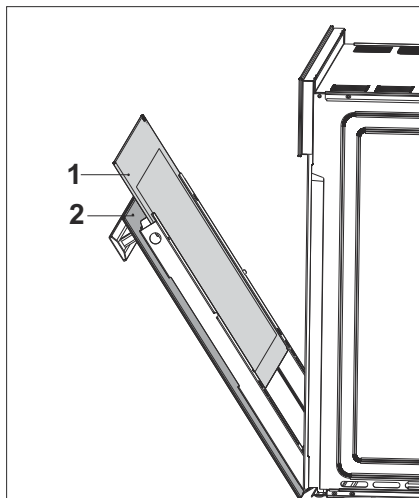

Fig. 23
- Remova o vidro interno do eletrodoméstico para limpá-lo (Fig. 23).